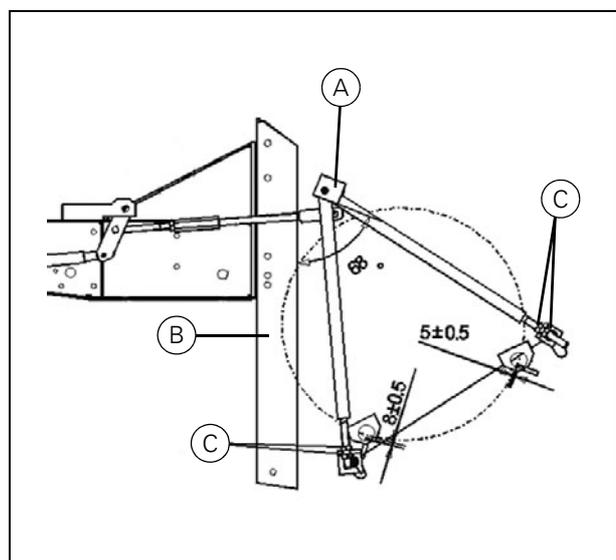

Рисунок 11
**Примечание:** Для первоначальной настройки, параметр подбарабья в системе DATAVISION должен располагаться на п. 5 "Normal (Нормальный)" ("Settings(Настройки)|Harvest settings(Настройки урожая)|Concave setting(Настройка подбарабья)"). Убедитесь, что привод электрической регулировки подбарабья откалиброван и имеет правильные настройки. Настроить привод можно проверить, измерив угол, равный  $68^\circ$ , между U-образной секцией (А) и передним краем кожуха машины (В) (Рис. 11). При необходимости выполните регулировку привода.